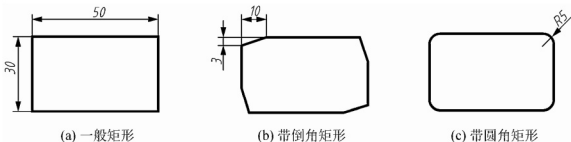

图 3-16 绘制矩形
(1) 【第一个角点】: 通过指定两个角点确定矩形。图 3-16(a)操作示例如下:
(2) 【倒角(C)】: 指定倒角距离, 绘制带倒角的矩形。图 3-16(b)操作示例如下:
(4) **【圆角(F)】**: 指定圆角半径, 绘制带圆角的矩形。图 3-16(c)操作示例如下:
(8) **【尺寸(D)】**: 使用长和宽来绘制矩形。图 3-16(a)中的矩形也可按如下操作: